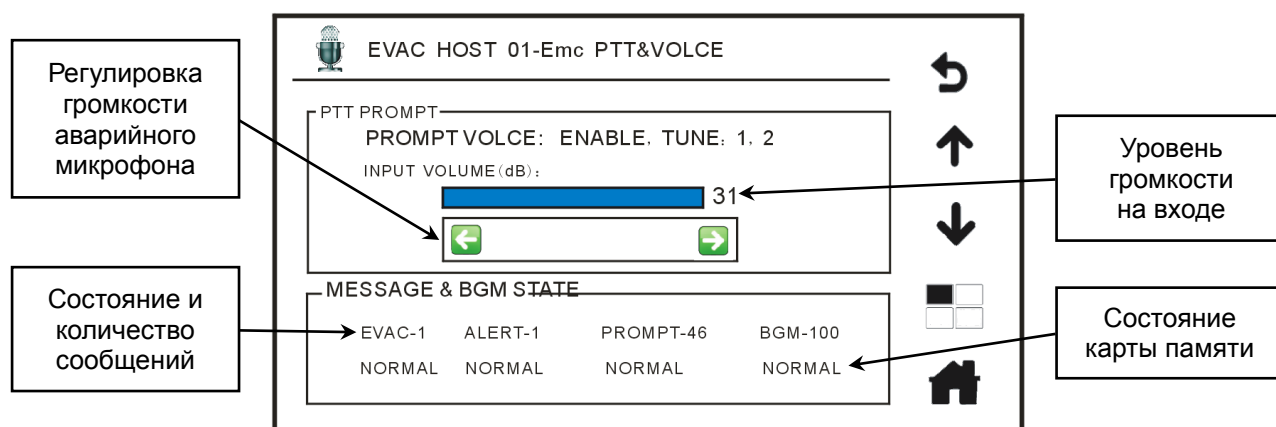

Рис. 4.5. Состояние аварийного тангентного микрофона и проигрывателей речевых сообщений
4. Пункт **Emc PTT&Voice** показывает состояние аварийного тангентного микрофона и проигрывателей речевых сообщений: **Норма** или **Неисправность**. Нажав на этот значок, войдите в подменю **Emc PTT&Voice** (аварийный микрофон и речевые сообщения), которое показано Рис. 4.5. В этом окне можно отрегулировать выходную громкость аварийного микрофона и проверить состояние проигрывателя аварийных речевых сообщений.